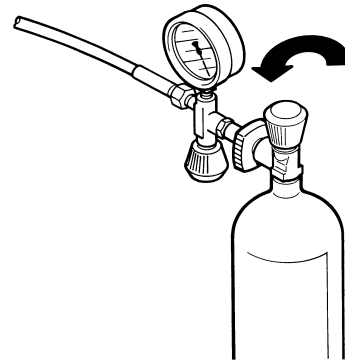

Abb. 7 Raccordement de la bouteille
- Raccorder la bouteille au raccord de bouteille, voir Abb. 7.